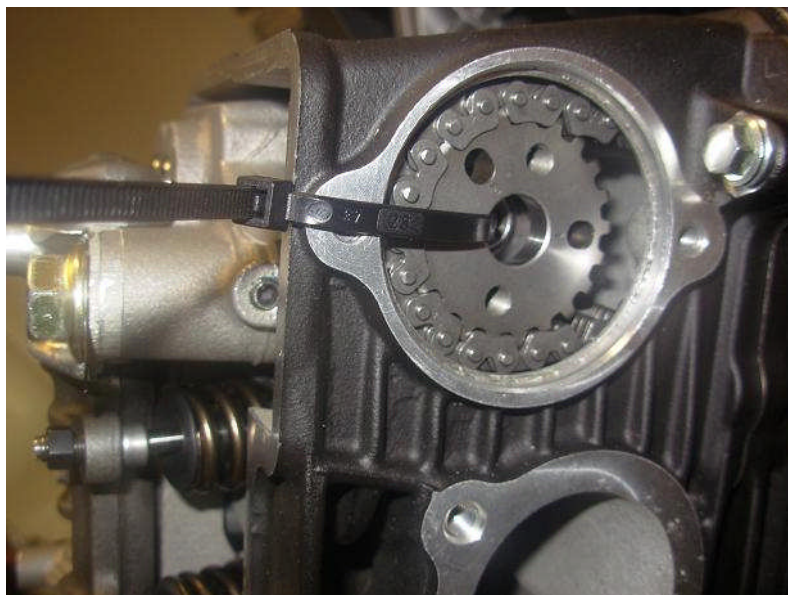

Fig. 5
- 7) Disimpegnare l'ingranaggio distribuzione dall'albero a camme, e legare lo stesso alla testa con una fascetta, in modo da mantenerlo in posizione (fig. 5) (***circolanti e stock***)